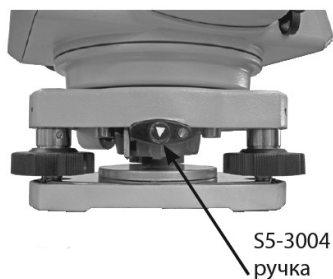

Рис. 6-5-1
- 2) Удерживая трегер одной рукой, поверните ручку S5-3004 на 180° против часовой стрелки и снимите корпус прибора с трегера (как показано на Рис. 6-5-1).